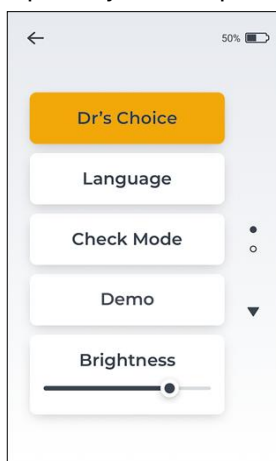
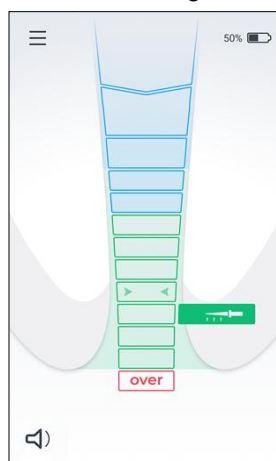

Fig. 12
Fig. 13
- Gå ind i menuen Indstillinger, og tryk på fanen Dr's Choice – se fig. 12. "Dr's Choice" bliver orange, når den er aktiveret, og Dr's Choice-apikallinjen vises på startskærmen – se fig. 13.
- For at deaktivere Dr's Choice (lægens valg) apikallinje skal du gå til menuen Settings (indstillinger) og slå Dr's Choice (lægens valg) fra ved at trykke på fanen Dr's Choice (lægens valg) - se fig. 12.